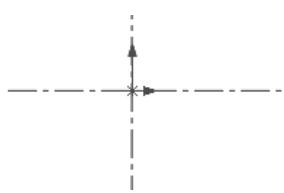

图 10.2 绘制中心线
Step 1 选择下拉菜单 **工具(T)** → **草图绘制实体(S)** → **中心线(O)** 命令，在图形区绘制图 10.2 所示的无限长的中心线。